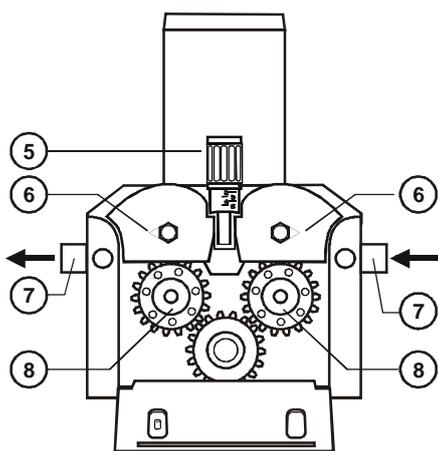

Fig.8 - Moteur 4 galets 50W
- Faire avancer manuellement le fil quelques centimètres, à travers la guide de fil (7-fig.8&9), les galets (8-fig.8&9) et la torche.
- Vérifier que la rainure du galet (8-fig.8&9) et le tube de contact de la torche (9-fig.8&9) correspondent au diamètre de fil. Fermer les dispositifs de traction (6-fig.8&9).
1 - Pression des galets sur le fil (5-fig.8&9) en évitant son écrasement.